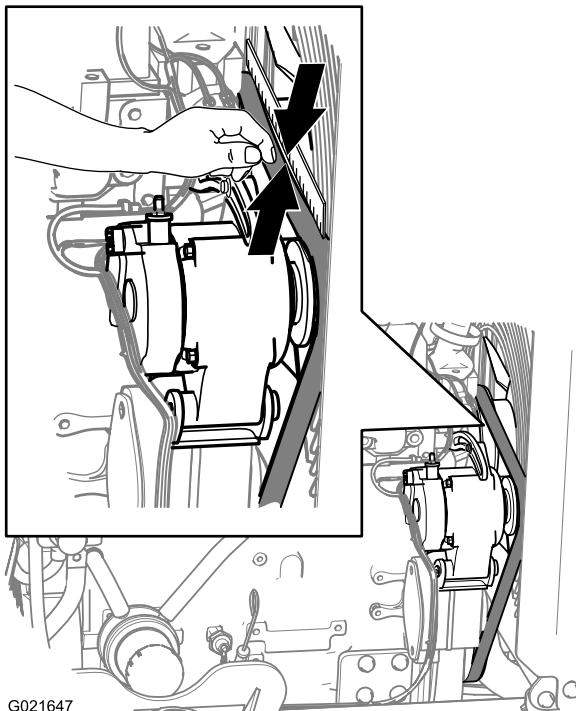

Figura 106
3. Inspeccione la correa en busca de cortes, grietas, hilos sueltos, grasa o aceite, y compruebe que no está torcida ni muestra señales de desgaste anormal (Figura 106).
3. Coloque una regla sobre la correa de transmisión y sobre las poleas, según se muestra en la Figura 106.
4. Presione hacia abajo sobre la correa en el punto intermedio entre la polea del ventilador y la polea del alternador, según se muestra en la Figura 106.